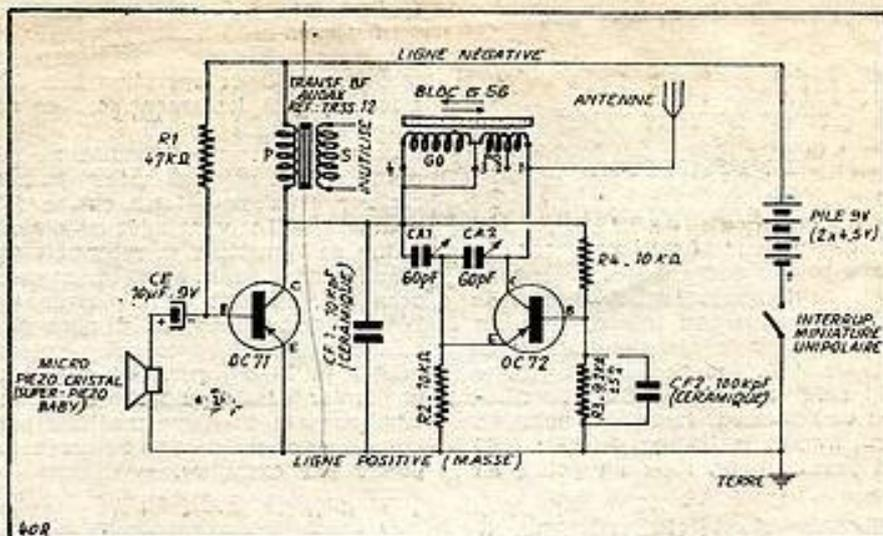

FIG. 4. — Schéma de réalisation.
Le châssis et la platine de montage sont réalisés conformément aux indications de la fig. 3. Toutes les pièces détachées sont fixées aux emplacements qu'elles doivent occuper et le câblage est réalisé comme indiqué sur les fig. 4 et 5, c'est-à-dire comme suit : une douille du micro est connectée au pôle positif du condensateur électrochimique (CE) et 10 μ F/